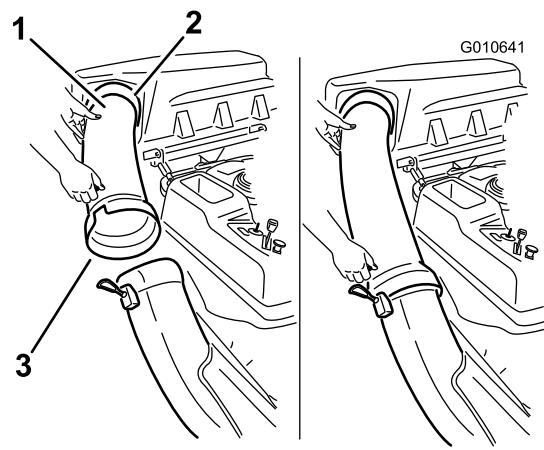

Figura 5
2. Coloque el extremo abocinado del tubo de descarga sobre el extremo del conducto. Enganche la correa de goma del conducto alrededor de la clavija del tubo de descarga para sujetar éste (Figura 5).
1. Introduzca el extremo curvo del tubo de descarga (suministrado con el kit de ensacador) en el orificio de la tapa del ensacador (Figura 5).